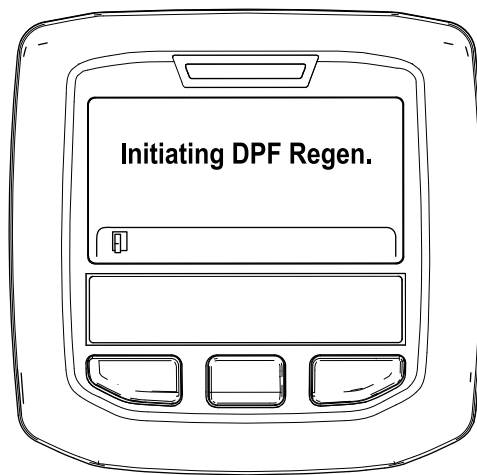

Figura 34
- A. Surge a mensagem "Initiating DPF Regen. (A iniciar Regen. DPF.) (Figura 34).